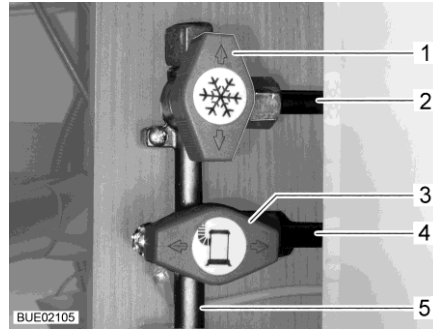

Bild 110 Läge Gasavstängningsventiler (exempel)
- Ställ gasavstängningsventilen för respektive gasapparat parallellt (Bild 110,3) med den ledning (Bild 110,4) som går till gasapparaten.
- Ställ gasavstängningsventilen för respektive gasapparat tvärs (Bild 110,1) mot den ledning (Bild 110,2) som går till gasapparaten.